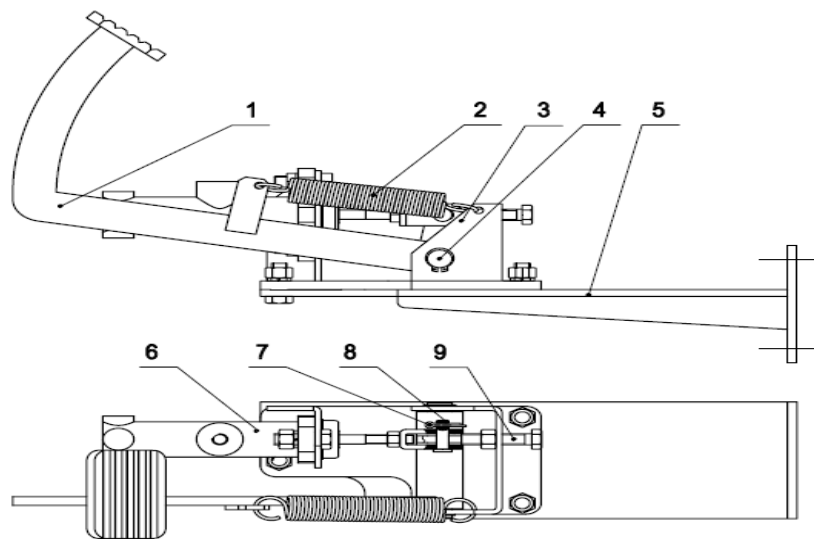

Рис. 12 – Ножной тормоз
Регулировка положения педали тормоза: чтобы отрегулировать положение педали тормоза (высокое или низкое), отрегулируйте винт (9) (рис. 12) и одновременно отрегулируйте длину толкающего стержня.